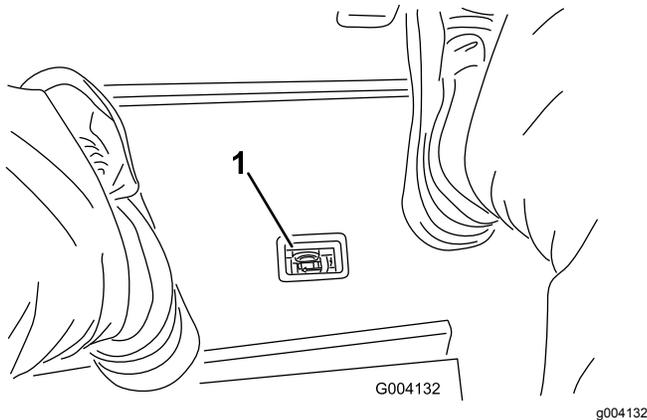

**Рисунок 90**
2. Очистите область вокруг места крепления фильтра и установите сливной поддон под фильтр (**Рисунок 90**) и (**Рисунок 91**).